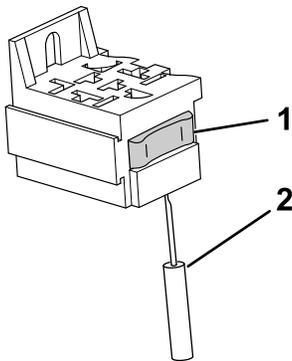

Figure 3
- 5. Utilisez un outil de dépose de borne pour déposer le verrou secondaire du connecteur (Figure 3).
3. Montez le verrou secondaire sur le connecteur (Figure 3).